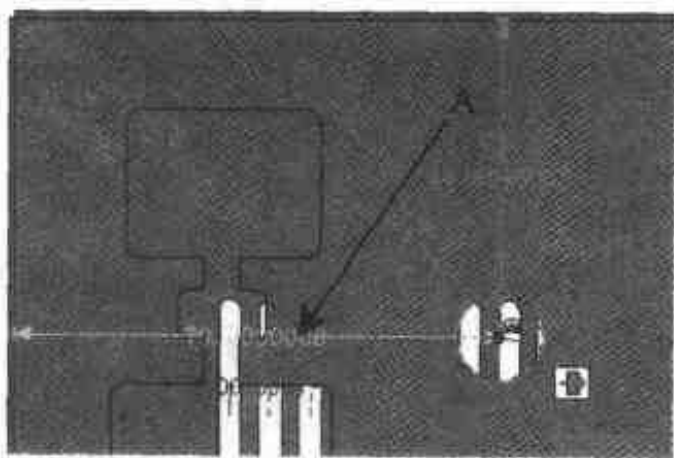

图 4.53 定位自定义轮廓
- (1) 从右侧【钣金】设计元素库中向侧面中心处拖入一个【自定义轮廓】，结果如图 4.53 所示。右击如图 4.53 所示的数据 A 将它改为 100。